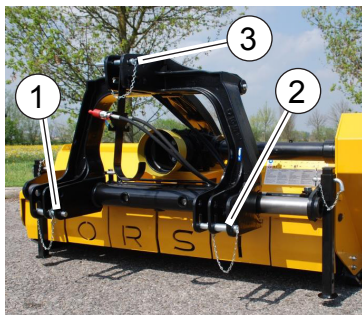

Fig.80
- Rimuovere le copiglie di sicurezza e i perni. Scollegare il tirante del sollevatore della trattrice dall'attacco terzo punto (3, "Fig.80").
- Rimuovere le copiglie di sicurezza e i perni. Scollegare il sollevatore della trattrice dai due attacchi inferiori della macchina (1 e 2, "Fig.80").
- Remove the cotter pins and safety pins. Disconnect the tie rod of the tractor's lift from the 3rd point linkage (3, "Fig.80").
- Remove the cotter pins and safety pins. Disconnect the linkage of the tractor by two lower belt of the machine (1, 2, "Fig.80").
- Retirer les goupilles de sécurité et les pivots. Debrancher le tirant du soulèvement du tracteur de l'accrochement 3eme point (3, "Fig.80").
- Retirer les goupilles de sécurité et les pivots. Deconnecter le 3eme point du tracteur des deux attelages inferieures de la machine (1, 2, "Fig.80").
- Splinte und Sicherheitsnadeln entfernen. Trennen Sie die Spurstange Aufhängung des Schleppers aus dem Angriff dritten Punkt (3, "Fig.80").
- Splinte und Sicherheitsnadeln entfernen. Ziehen Sie den Verbindung des Schleppers mit zwei unteren Angriffe der Maschine (1, 2, "Fig.80").
- Remover los copiglie de seguridad y los goznes. Desconectar el tirante del levantador del tractor del enganche tercero punto (3, "Fig.80").
- Remover los copiglie de seguridad y los goznes. Desconectar el levantador del tractor de los dos ataques inferiores de la máquina (1, 2, "Fig.80").
- Remover as cavilhas de segurança e pinos. Desligar o tirante do elevador do trator da conexão de terceiro ponto (3, "Fig.80").
- Remover as cavilhas de segurança e pinos. Desligar o elevador do trator das duas conexões inferiores da máquina (1, 2, "Fig.80").